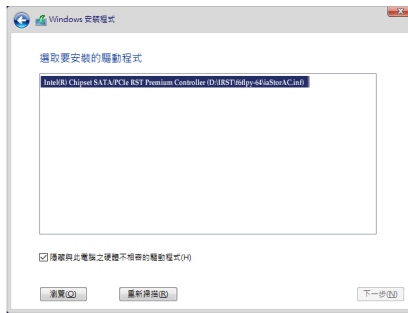

图1
选择U盘,进入RAID驱动程序的文件夹后,选择「Intel(R) Chipset SATA/PCIe RST Premium Controller」驱动程序并按「下一步」载入所需的驱动程序(图1)。完成后,请继续操作系统的安装。